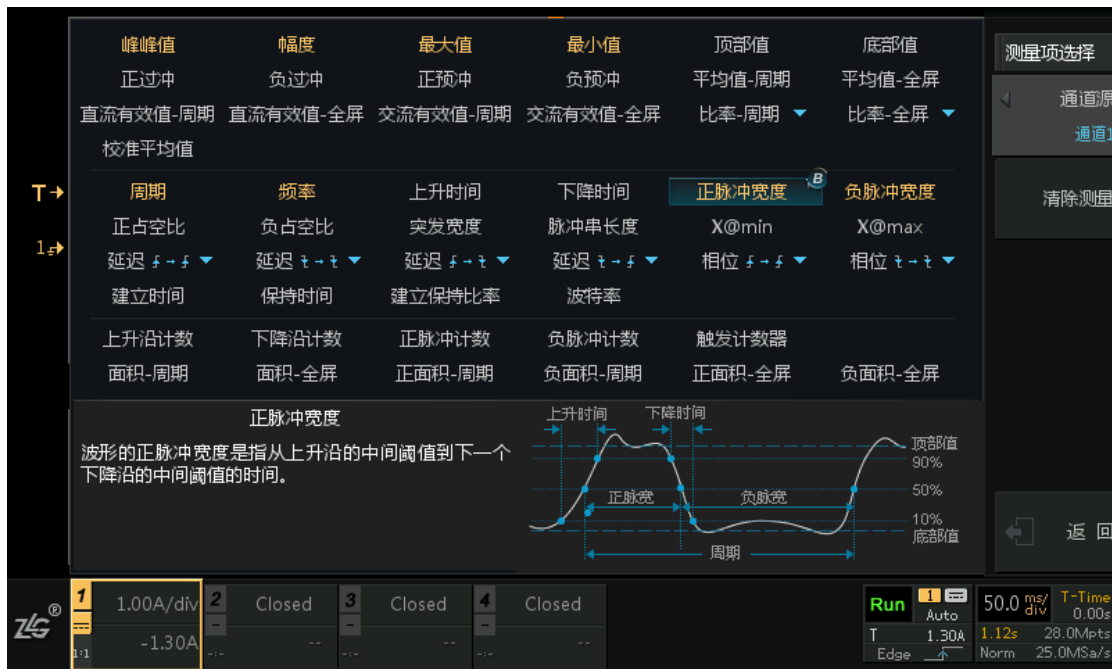
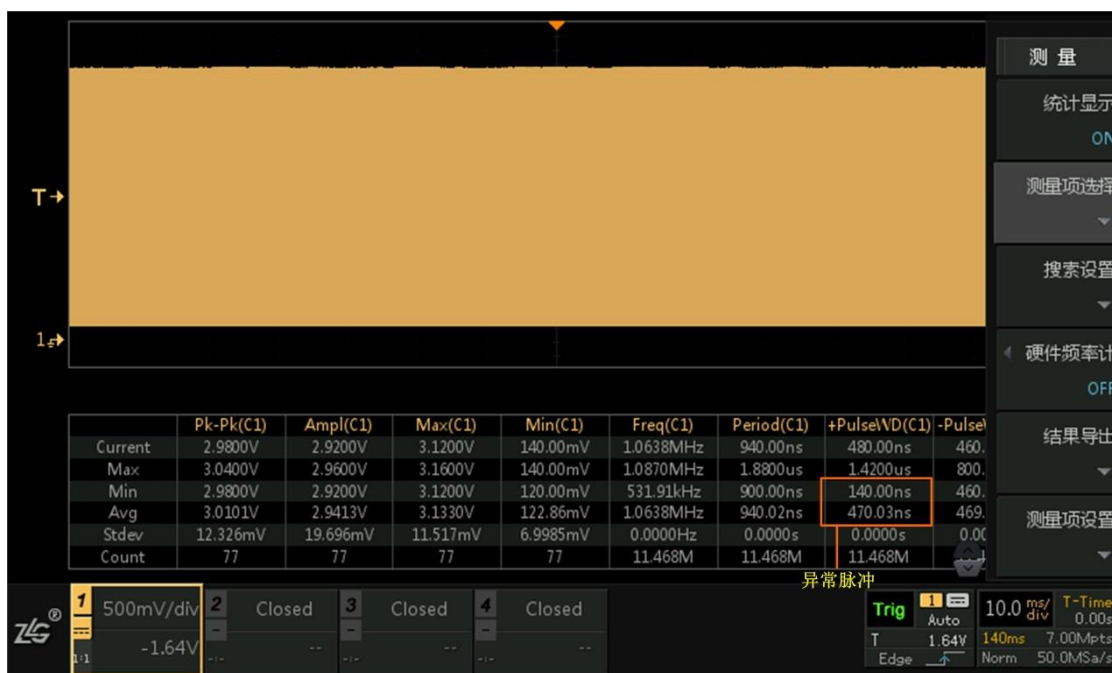

图 12.8 测量项选择界面
图 12.9 电压+时间综合测量
- 4、点击【测量项选择】进入测量项选择界面如图 12.8 所示，界面【通道选择】选择“CH1”，点击【返回】进入显示界面，如图 12.9 所示，整个界面可显示常用的 7 个测量项；